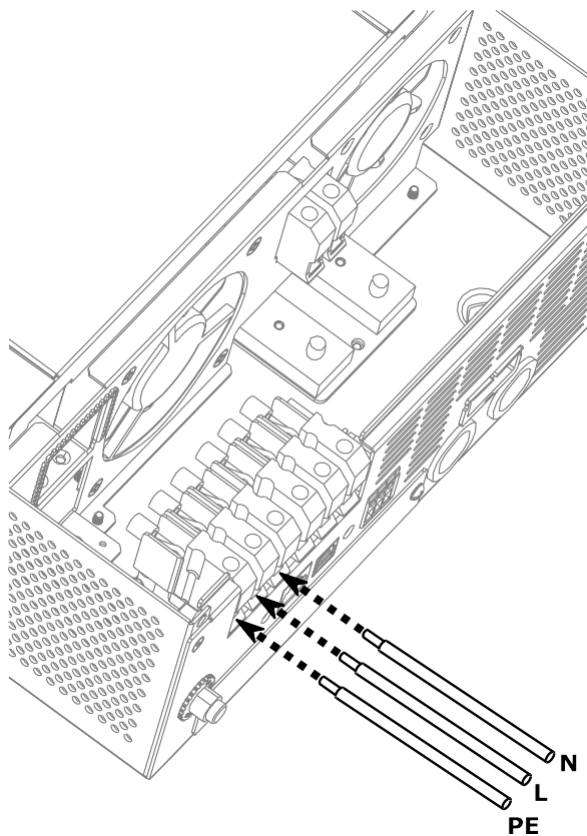
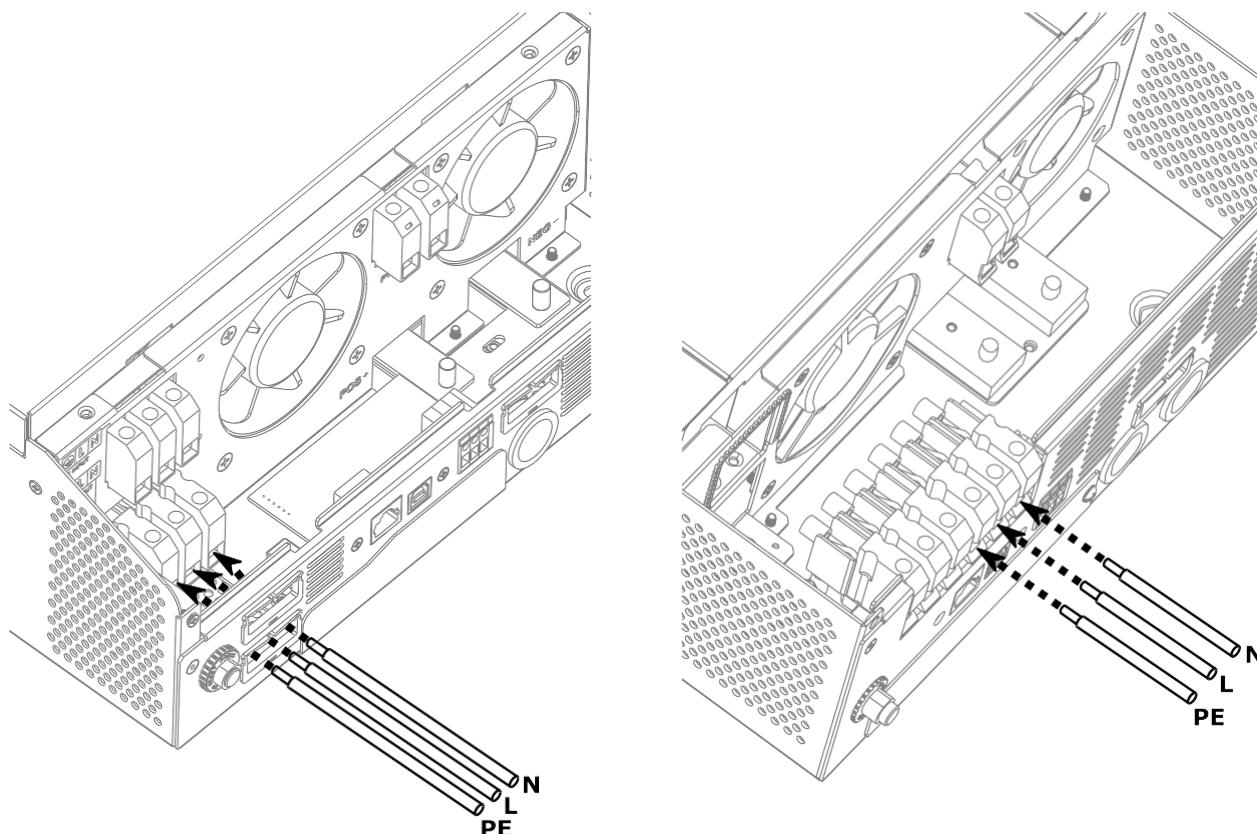

Figura 7: Conexión del conductor de entrada de CA
Figura 8: Conexión del conductor de salida de CA
4. Conecte el cable PE (⊕ protección a tierra) de la entrada de CA (Figura 7) al terminal correspondiente en el inversor y conecte el conductor PE (⊕ protección a tierra) de la salida de CA (Figura 8) al terminal correspondiente en el inversor. Apriete las abrazaderas de terminales con un par de 1.4 - 1.6 Nm.